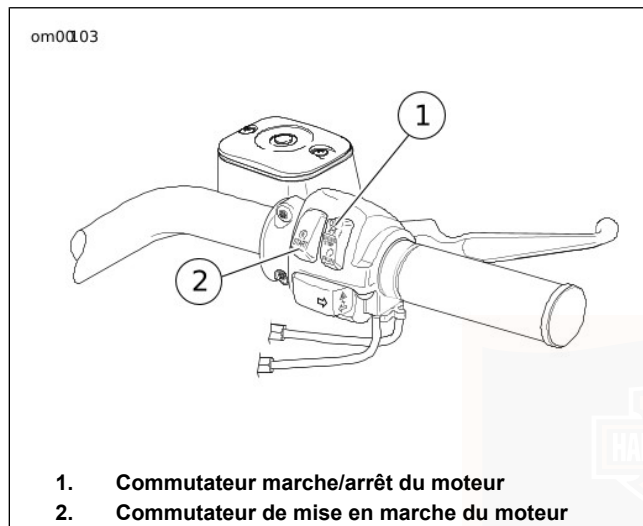

Figure 24. Commandes de droite du guidon
2. Voir la Figure 24. Mettre le commutateur de marche/arrêt en position MARCHE.